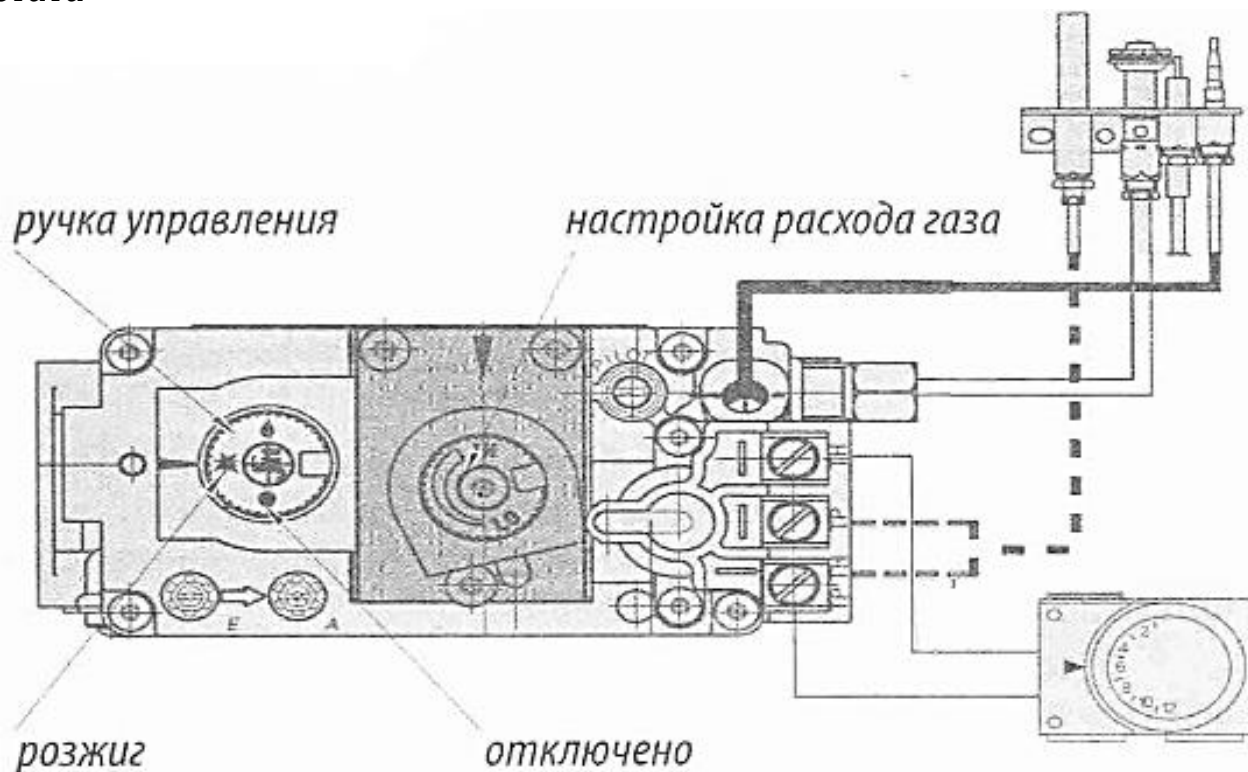

Рис. 10. Элементы управления на газовом блоке SIT 820 NOVA MV.
- 8.4.1. Установить ручку газового блока в положение "Отключено" (см. рис.10).